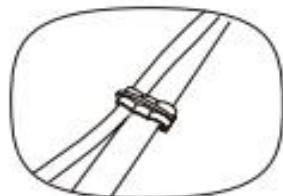

Рис. 4
- Закрепите сетевой шнур с помощью зажимов для шнура (16) на рукоятках (3, 6) (Рис. 4).